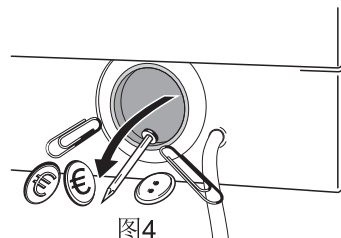
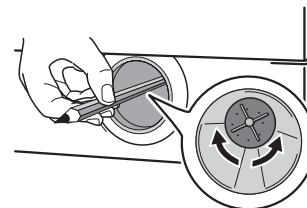

图4
图5
6. 旋转排水泵的叶轮以清除上面的杂物 (见右图4, 图5所示)；